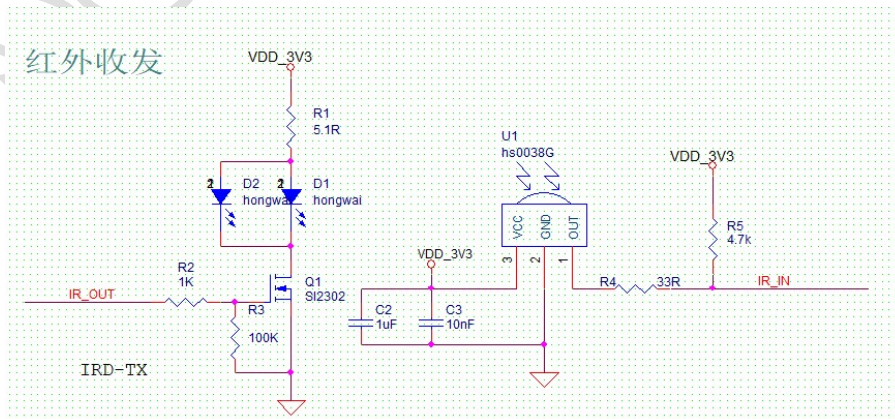

图 4 红外收发模块
- (1) 3.3V 供电需保证 500mA 的额定供电能力，电源纹波应低于 $\pm 50\text{mV}$ 。
- (2) IO 电平为 3.3V 系统，不能与 5V，2.5V 的系统直接相连，需要加转接电路。
- (3) 通讯接口部分可串一个 10—100R 限流电阻。
- (4) 可以将模块上的喇叭和 MIC 接口直接连接喇叭和 MIC，也可以通过主板进行转接。
- (5) 模块支持红外输入输出，红外参考电路如下图，用户根据自身情况进行外置添加。图 4 红外收发模块。